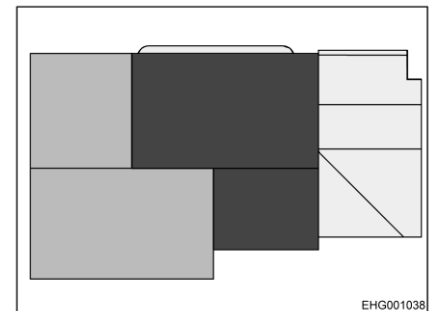

Bild 107 Nach dem Umbau (Draufsicht)
- Zusatzpolster gemäß Bild 107 auf den Tisch legen.